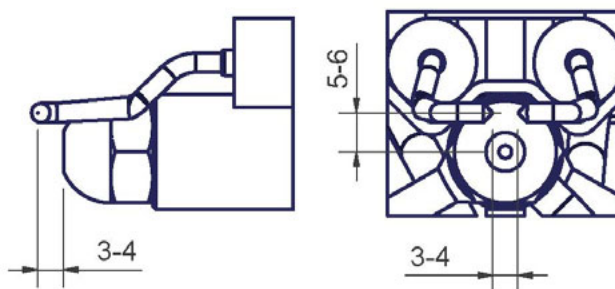

Рис. 23
- Проверить запальные электроды, почистить, подрегулировать а, при необходимости, заменить (см. Рис. 23).
Отрегулировать положение электродов, соблюдая размеры (в мм), указанные на Рис. 23.